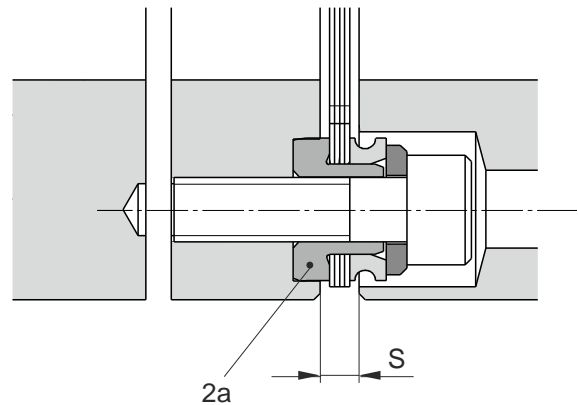

Bild 3
Das Lamellenpaket (2) ist grundsätzlich so zu montieren, dass die Bundbuchse (**Teil 2a, Bild 3**) mit der entsprechenden Passungsbohrung in der jeweiligen Nabe, Verbindungsplatte (4) oder in der Hülse (3) kombiniert wird. Aufgrund der hohen Fügekräfte (bedingt durch die Übergangspassung) ist eine Montage der Lamellenpakete nur mit Hilfe der Schraubenvorspannkraft möglich.
Um axiale Verspannungen der Lamellenpakete zu verhindern, muss das Maß "S" (siehe Bild 3 / Seite 8 und Tabelle 1) bei ausgerichtetem Winkel- und Radialversatz der Wellen eingehalten werden.